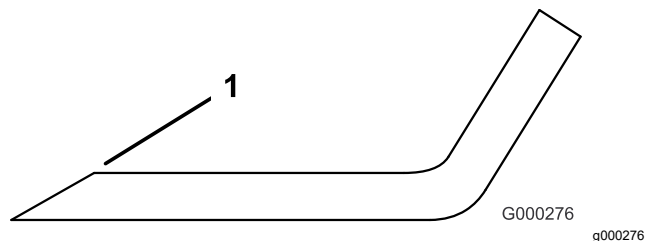

Рисунок 26
1. Заточите режущие кромки на обоих концах ножа (Рисунок 26).